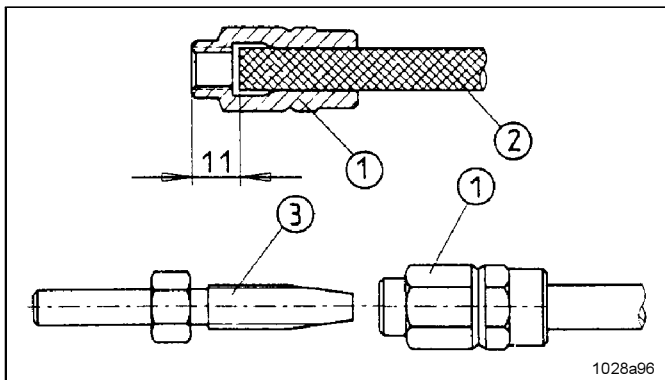

Abb. 7 Vormontage der Schraubhülsen und Schlauchstutzen auf dem Hochdruckschlauch
- Schraubhülse 1, Abb. 7, linksdrehend auf den Hochdruckschlauch 2 drehen, bis das gezeigte Maß von 11 mm erreicht ist. Danach den Schlauchstutzen 3 in die Schraubhülse 1 einschrauben.